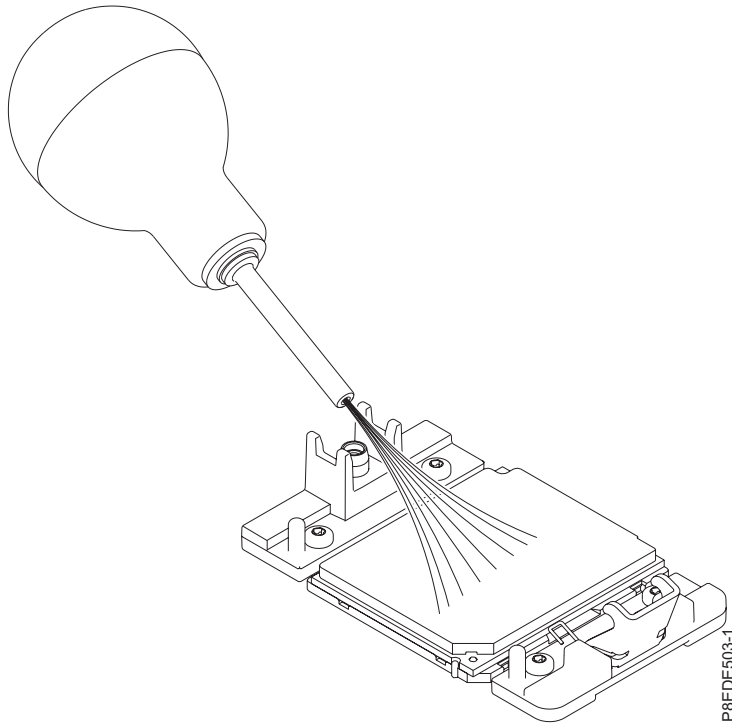

Figure 5. Retrait de la poussière et des particules présentes sur le module processeur système
- a. Si de la poussière ou des particules sont présentes, utilisez la pompe à air fournie (référence 45D2645) pour nettoyer le module processeur système. Si votre pompe à air (soufflette) n'est pas assemblée comme illustré figure 5, à la page 7, adaptez l'embout sur la poire. Dirigez de petits jets d'air depuis le centre vers les côtés du module processeur système, comme illustré dans la figure 5, à la page 7.